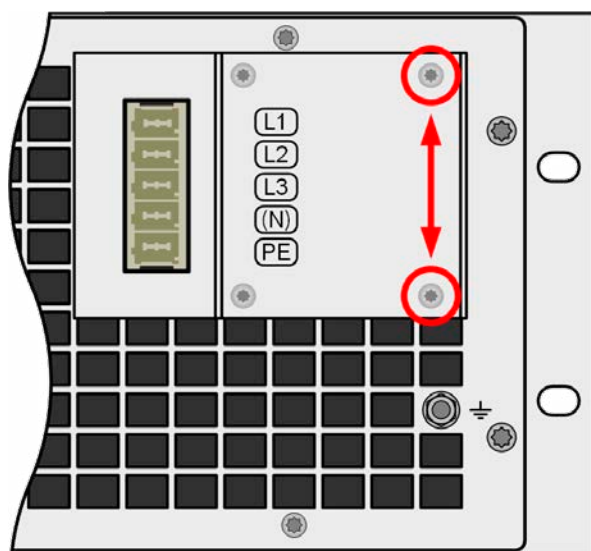

Figure 10 - Emplacement de montage de la bride
1. Enlever les deux vis du boîtier filtre AC comme indiqué en *Figure 10* ci-dessous.